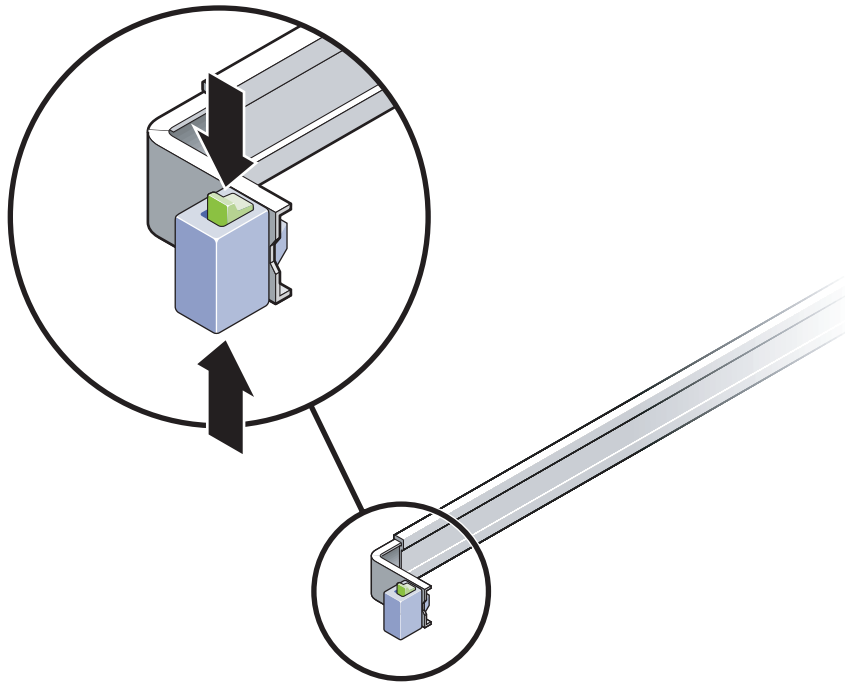

FIGURA 2-12 Sblocco del gruppo di scorrimento
2. Sbloccare i pulsanti di blocco della guida (**FIGURA 2-12**) sul lato destro e sinistro dello chassis del server ed estrarre lentamente il server dal rack fino a quando le guide non raggiungono il punto di arresto.